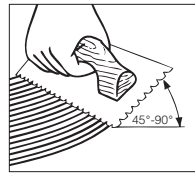

Figure 7
- Tenir la truelle à un angle d'au moins 45° (Figure 7), fermement contre le sous-plancher afin d'obtenir un taux d'étalement de 4 à 5,5 m²/litre (50 à 60 pi²/gal US). La truelle laisse des cannelures d'adhésif et très peu d'adhésif entre les cannelures, ce qui permet de voir les lignes tracées au cordeau et d'étalement la quantité recommandée.